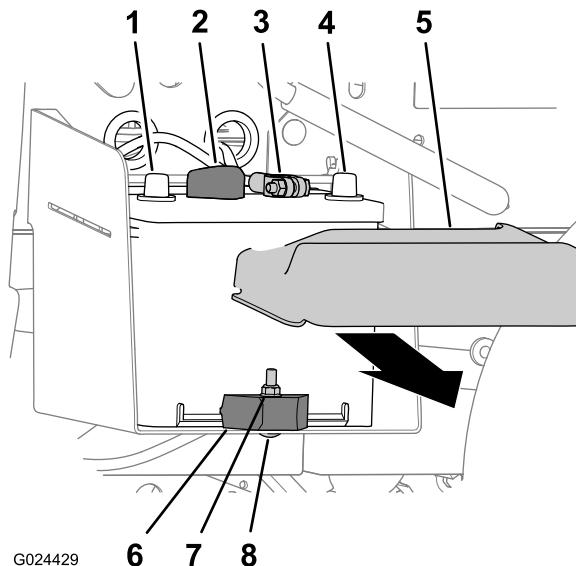

Рисунок 46
1. Сожмите стороны крышки аккумулятора и снимите крышку с его верхней части (Рисунок 46).
2. Отсоедините отрицательный кабель от клеммы аккумуляторной батареи (Рисунок 46).
3. Отсоедините положительный кабель от клеммы аккумуляторной батареи (Рисунок 46).
2. Отверните контргайку, снимите вагонный болт и зажим крепления аккумулятора к его лотку (Рисунок 46).
3. Извлеките аккумулятор из лотка (Рисунок 46).
- Поместите аккумуляторную батарею в аккумуляторный отсек в автомобиле (Рисунок 46).
**Примечание:** Убедитесь, что положительный и отрицательный штыри аккумулятора выровнены, как показано на Рисунок 46.
- Прикрепите аккумулятор к лотку аккумулятора с помощью зажима, вагонного болта и контргайки (Рисунок 46).
- Подсоедините положительный кабель к клемме аккумуляторной батареи (Рисунок 46).
- Подсоедините отрицательный кабель к клемме аккумулятора (Рисунок 46).
- Установите крышку аккумулятора на его верхнюю часть (Рисунок 46).